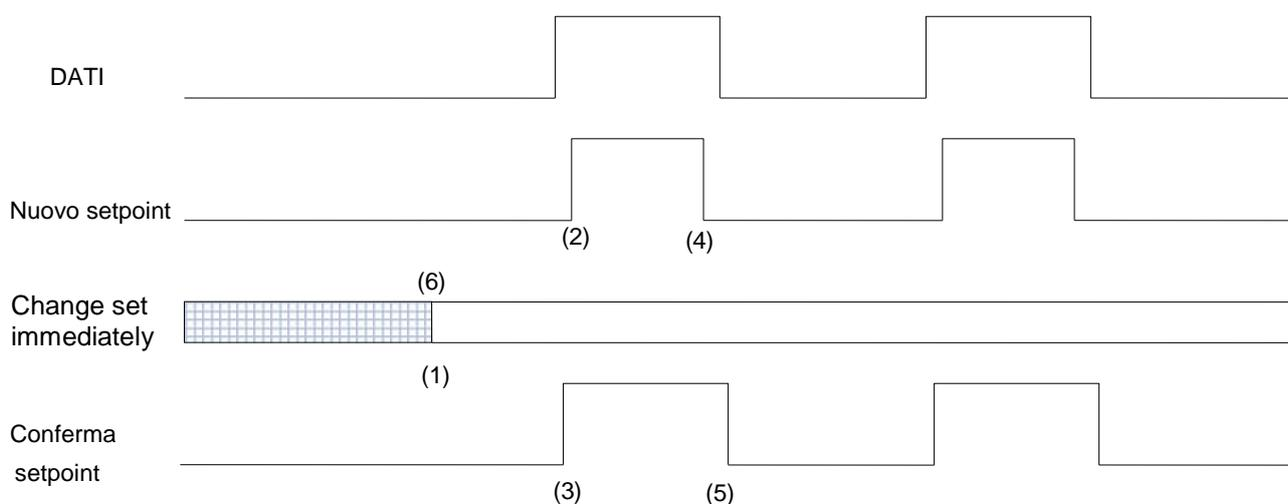
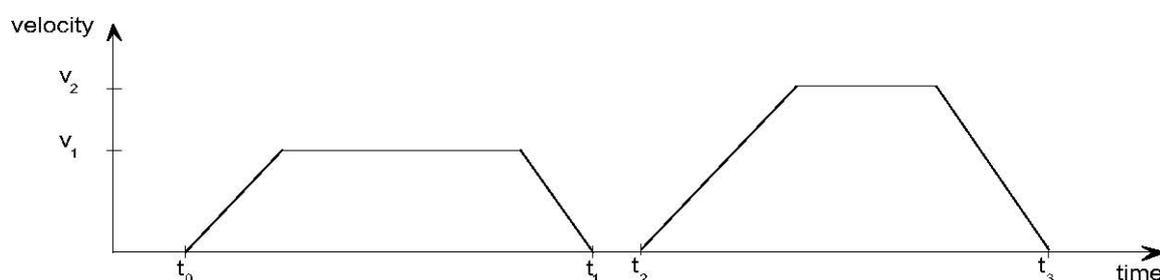
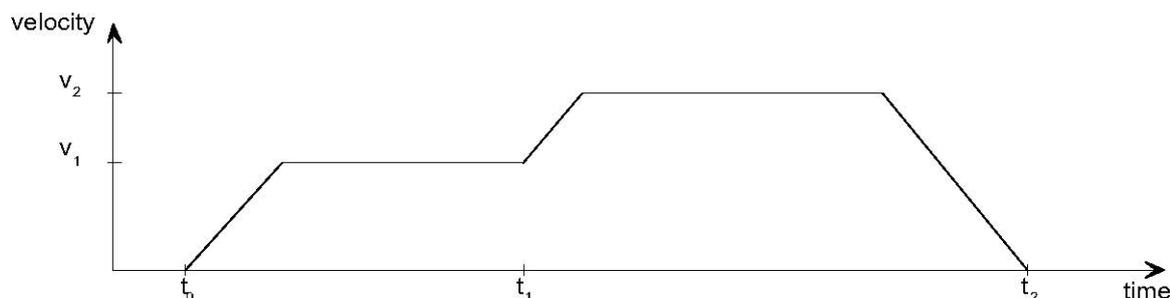

Figura 17: Trasmissione setpoint da un host computer
Figura 18: Setpoint unico
Figura 19: Modifica immediata set
Se il bit 'change set immediately' è "0" (linea continua alla Figura 17), il drive si aspetterà un setpoint unico (1). Dopo 'applicazione dei dati al drive, un host segnala che i dati sono validi modificando il bit 'nuovo setpoint' a "1" nella *controlword* (2). Il drive risponderà con 'conferma setpoint' impostato a "1" nella *statusword* (3) dopo avere confermato e memorizzato i nuovi dati validi. A questo punto l'host può emettere un 'nuovo setpoint' (4), quindi il drive, impostando 'conferma setpoint' a "0", segnala che è pronto ad accettare nuovi dati (5). Nella Figura 18 questo meccanismo porta a una velocità zero dopo una rampa di discesa per raggiungere una *target position* x1. a t1. Dopo la segnalazione all'host che il setpoint è stato raggiunto con le modalità di cui sopra, la *target position* successiva x2 viene elaborata a t2 e raggiunta a t3.
Se il bit 'change set immediately' è "1" (linea tratteggiata alla Figura 17), la nuova target position sarà immediatamente attiva. Alla Figura 19 il drive riceve la prima *target position* a t0. Al time point t1 il drive riceve una seconda *target position*. Il drive riadeguа immediatamente il movimento effettivo alla nuova target position.